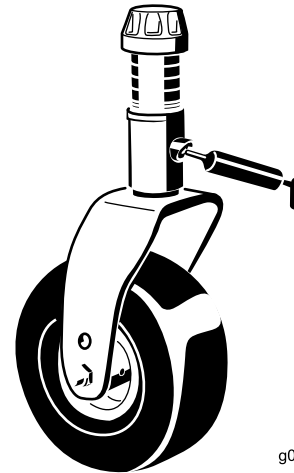

Bild 44
- Laufradgabel-Büchsen (2) (Bild 44)